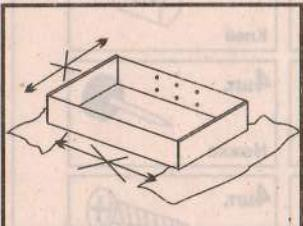
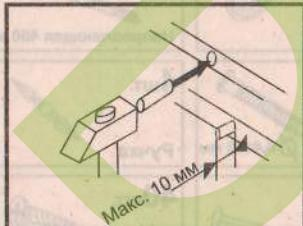

рис. 1
рис. 2
Сборку элементов мебели необходимо производить на мягкой и чистой поверхности (например, полотенце, одеяло), см. рис. 1. В отверстия диам. 8 мм, находящиеся по краям элементов, вбить шканты, см. рис. 2. (сквозные отверстия на стержне стяжки оставить свободными). Внимание: если Вы обнаружите, что какой-либо из шкантов выступает из отверстия на длину более 10 мм, его следует добить, заменить либо укоротить, поскольку при сборке он может повредить деталь.
- Собрать каркас шухляды(соеденить между собой шкантами(A) детали(1 и 2).
- Разобрать направляющие(5) на две части(а) и (б). Для разъединения направляющих используйте рычаг на части(б), смотрите рис.1.
- Соединить фасад шухляды(4) шкантами(A) с каркасом шухляды.
- Прикрутить деталь(4) саморезами(B) через шайбы.